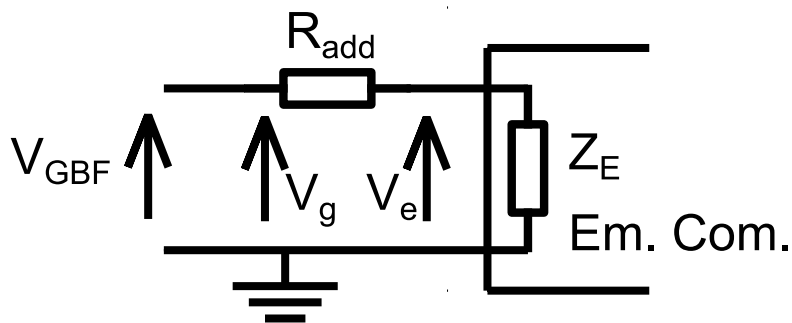

Figure 1 : Méthode de mesure de l'impédance d'entrée
- 1- On choisit la solution dont le montage est représenté sur la figure 1. **Expliquer\*** son fonctionnement.